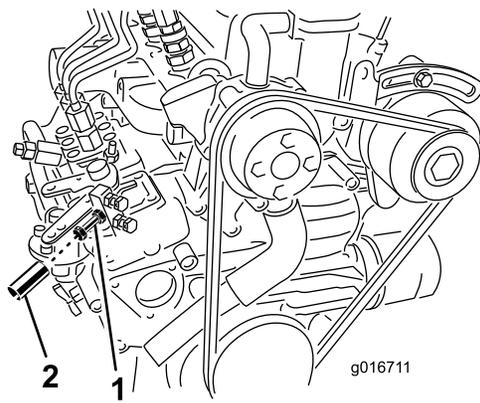

Рисунок 6
3. Используя тахометр и регулировочный винт дроссельной заслонки на двигателе (Рисунок 6), установите обороты двигателя максимум на 3200 об/мин, после чего затяните контргайку на регулировочном винте.
5. Наденьте алюминиевую трубу на регулировочный винт дроссельной заслонки и контргайку (Рисунок 6) и обожмите её на винте таким образом, чтобы винт нельзя было больше регулировать.